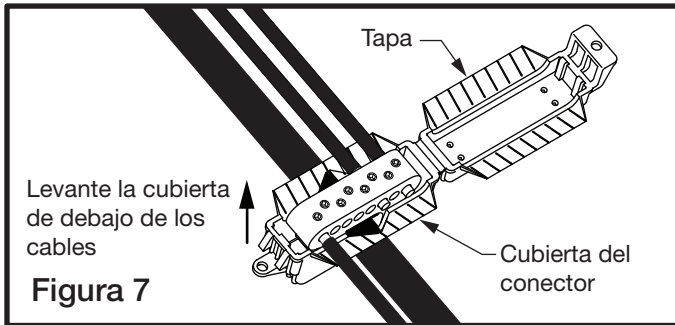

Figura 7
7) Coloque la cubierta del conector (se vende por separado) bajo el conector y levante (vea la Figura 7).